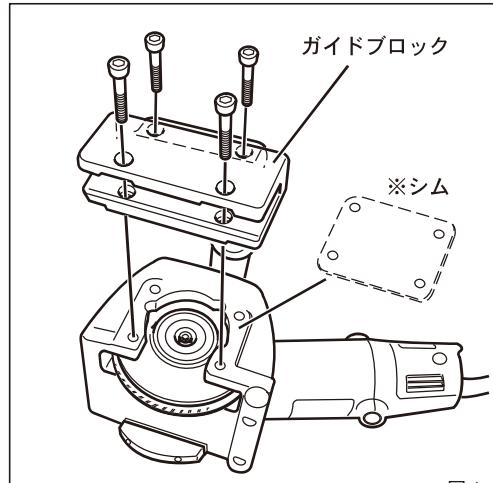
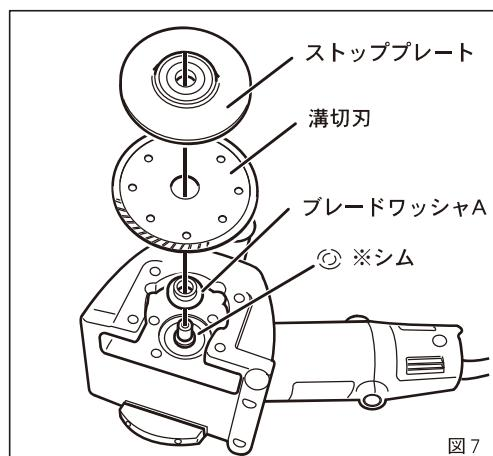

図4
図7
## 1. 溝切刃の取付け (図4~図7)
①4本の六角穴付きボルトを外し、ガイドブロックを取り外します。(図4)
③ストッププレート・溝切刃・ブレードワッシャAの順で取外せます。(図7)